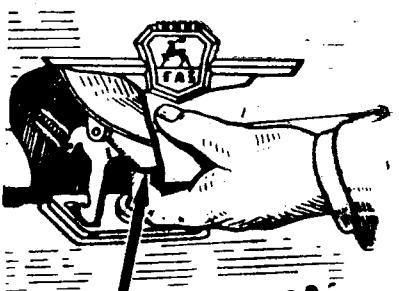

Рис. 3. Освобождение предохранителя капота.
**Рукоятка 12 привода замка капота** находится под панелью приборов с левой стороны. Для открытия капота рукоятку вытягивайте на себя, пока защелка не откроет замок, и капот немножко приоткроется, а затем снова вдавите рукоятку до отказа вперед. Для полного открытия капота следует рукой снизу вверх отвести предохранитель, установленный на нижней кромке капота (рис. 3).